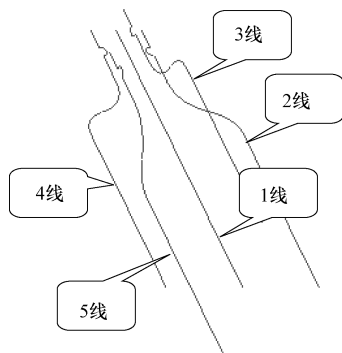

图 6-103 轨迹线
(6) 在图形区单击刚创建的第 4 条基准曲线，单击菜单栏中的【编辑】|【镜像】选项，在图形区选取“FRONT”基准面作为镜像面，单击控制区中的【应用】按钮，完成镜像复制，创建出第 5 条基准曲线，作为一般轨迹。5 条轨迹线如图 6-103 所示。